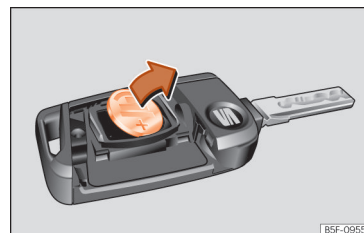

Abb. 75 Fahrzeugschlüssel: Batterie herausnehmen.
- Batterie mit einem geeigneten dünnen Gegenstand aus dem Batteriefach heraushebeln »» Abb. 75.
- Neue Batterie wie gezeigt ansetzen »» Abb. 75 und entgegen der Pfeilrichtung in das Batteriefach drücken »» ❷.